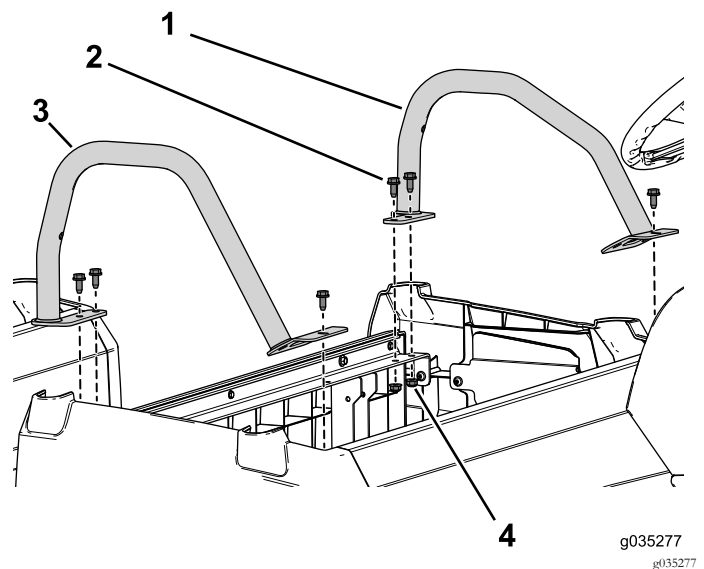

Figura 51
3. Utilice los 6 pernos con arandela prensada (3/16" x 3/4") y las tuercas con arandela prensada para sujetar las barras de seguridad izquierda y derecha a la base del asiento delantero (Figura 51).